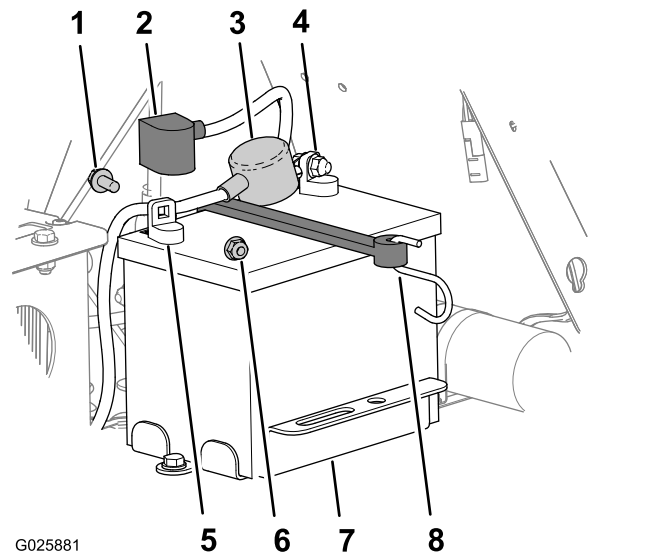

Figura 39
3. Levante la cubierta del borne negro del cable negativo de la batería (Figura 39).
4. Desconecte el cable negativo del borne negativo (-) de la batería y retire el cable de la batería (Figura 39).
5. Retire la cubierta del borne rojo del borne positivo de la batería (Figura 39).
6. Desconecte el cable positivo (rojo) de la batería y retire el cable de la batería (Figura 39).
7. Retire el gancho de la correa de la bandeja de la batería (Figura 39) y extraiga la batería.
1. Coloque la batería en la máquina (Figura 39).
3. Conecte primero el cable positivo (rojo) al borne positivo (+) de la batería con una tuerca y un perno con arandela prensada (Figura 39).
5. Conecte el cable negativo y el cable de tierra al borne negativo (-) de la batería con una tuerca y un perno con arandela prensada (Figura 39).